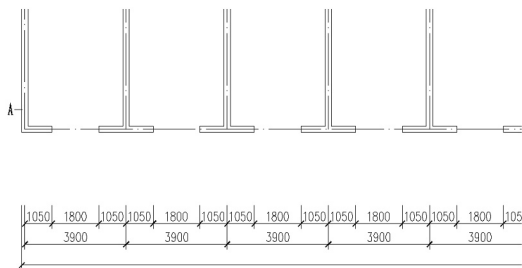

图 3.60 向左延伸尺寸线
(1) 单击【修改】工具栏上的【延伸】图标或在命令行输入“EX”并按 Enter 键。
(2) 在**选择对象或 <全部选择>**: 提示下, 选择如图 3.60 所示的外墙外边线 A, 则 A 墙线变虚, 指定了外墙线 A 作为延伸边界。
(3) 按 Enter 键进入下一步。
(4) 在**选择要延伸的对象, 或按住 Shift 键选择要修剪的对象, 或 [栏选 (F)/ 窗交 (C)/ 投影 (P)/ 边 (E)/ 放弃 (U)]:** 提示下, 输入“E”并按 Enter 键。
(5) 在**输入隐含边延伸模式 [延伸 (E)/ 不延伸 (N)] <不延伸>**: 提示下, 输入“E”并按 Enter 键, 表示沿自然路径延伸边界。
(6) 在**选择要延伸的对象, 或按住 Shift 键选择要修剪的对象, 或 [栏选 (F)/ 窗交 (C)/ 投影 (P)/ 边 (E)/ 放弃 (U)]:** 提示下, 单击“42600”尺寸线的左端点, 这时第三道总尺寸左边的尺寸界线延伸到外墙线 A 处, 结果如图 3.60 所示。
(7) 按 Enter 键, 结束【延伸】命令。